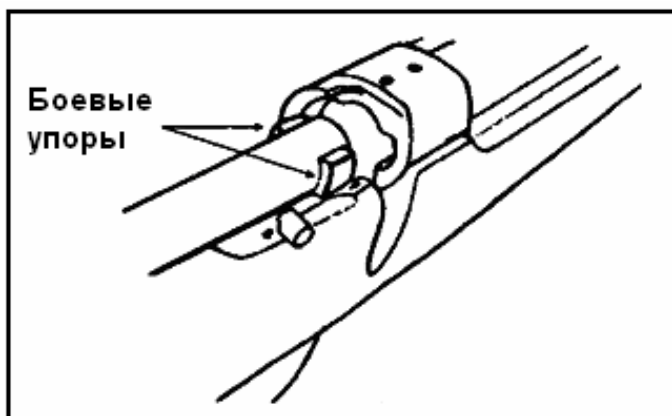

Рис. 2-5. Совмещение боевых упоров с пазами патронника.
(2) Для установки затвора убедитесь в том, что предохранитель находится в положении «S», вставьте затвор в ствольную коробку, совместите боевые упоры затвора с пазами в патроннике (рис. 2-5), задвиньте затвор в ствольную коробку до упора и поверните рукоятку затвора вниз.